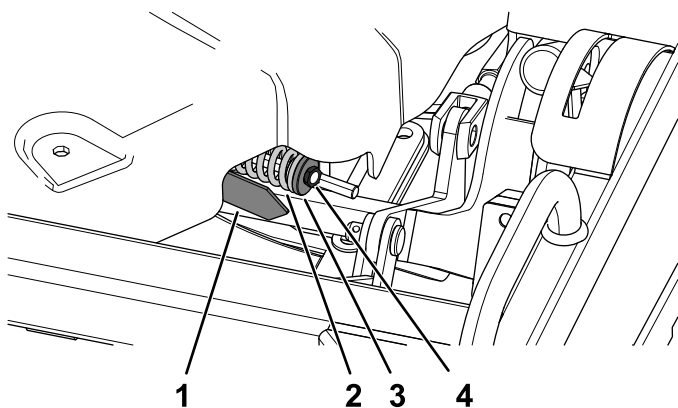

Figura 132
4. Desaperte ou aperte a porca de retenção até que a seta do indicador de tensão alinhe com a superfície exterior da anilha (Figura 132).